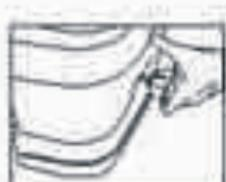

Figura 2
- El asiento y la tapa de tamaño adulto son robustos, de construcción de pared gruesa, lo suficientemente fuertes como para pararse (figura 2)